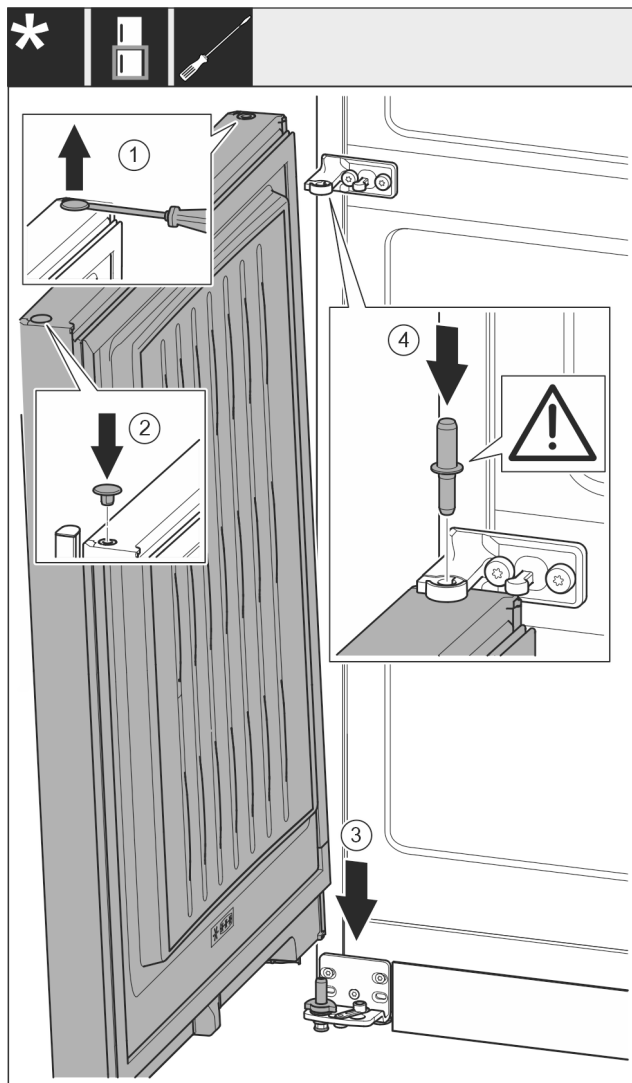

Fig. 20
- Løft forsigtigt proppen Fig. 20 (1) af med en kærveskrue-trækker, og træk den ud.
- Indsæt atter proppen Fig. 20 (2) på den anden dørside.
- Påsæt døren Fig. 20 (3) oppefra på den nederste legebolt.
- Indsæt den midterste legebolt Fig. 20 (4) gennem det midterste hængsel i den nederste dør. Sørg for, at låseknasten vender bagud.